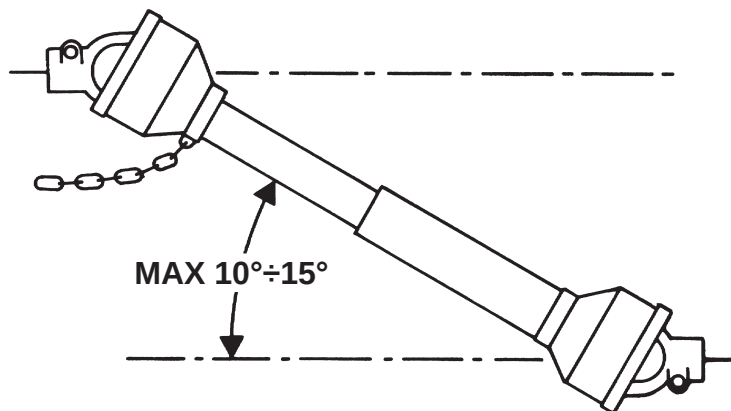

Fig. 6
- 41) Disinserire, sempre, la presa di forza quando l'albero cardanico fa un angolo troppo aperto (mai oltre i 10 gradi - Fig. 6) e quando non viene usata.
- 41) *Always disengage the pto when the cardan shaft is set at an excessively open angle (never beyond 10 degrees - Fig. 6) and when it is not in use.*
- 41) *Débrayez toujours la prise de force quand l'angle de l'arbre à cardans est trop ouvert (jamais plus de 10 degrés Fig. 6) et lorsque vous ne devez pas l'utiliser.*
- 41) *Die Zapfwelle immer ausschalten, wenn die Gelenkwelle einen zu großen Winkel einnimmt (nie über 10 Grad - Abb. 6) und wenn sie nicht gebraucht wird.*
- 41) *Desactivar, siempre, la toma de fuerza cuando el árbol cardánico hace un ángulo demasiado abierto (nunca superar los 10 grados - Fig. 6) y cuando no la usamos.*